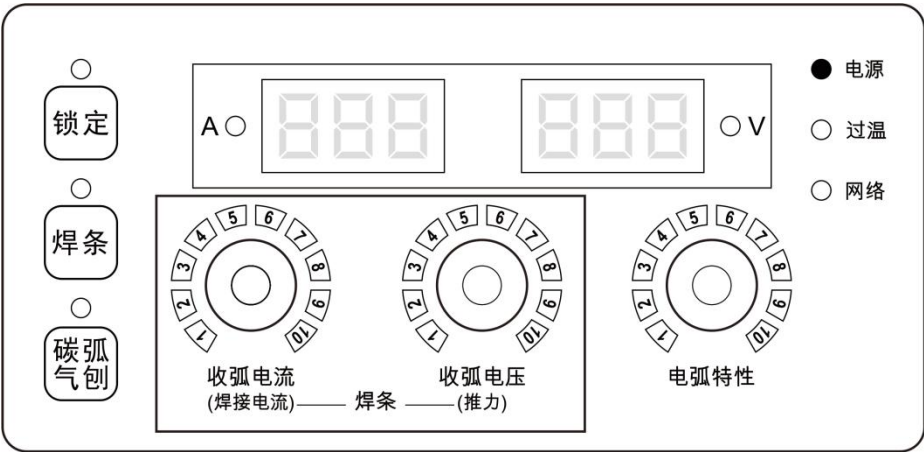

图 3-12 基础版收弧参数百分比设置界面
1. 调节显示面板收弧电流旋钮、收弧电压旋钮指示到所需刻度位置。如图 3-12 所示。